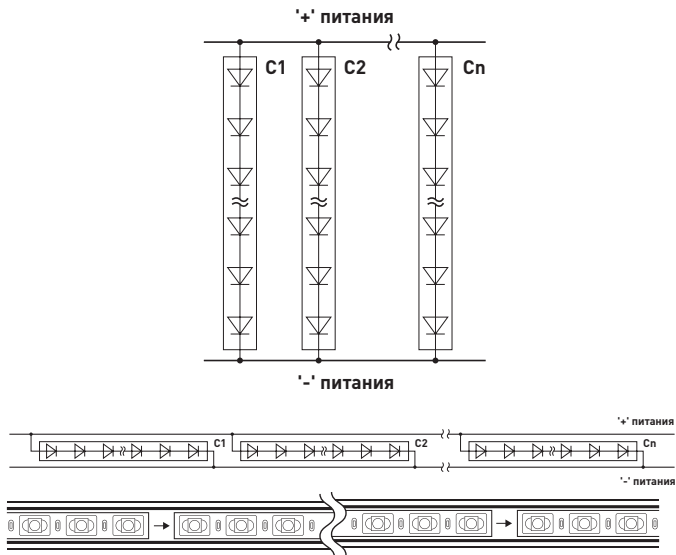

Рис.4. Схема подключения светодиодов в светодиодной ленте.
3) Все сегменты светодиодной ленты подключены к двум проводам питания таким образом, что анод («+») первого светодиода каждого сегмента подключен к плюсу питания («+»), а катод («-») последнего светодиода каждого сегмента подключен к минусу питания («-»), то есть фактически все сегменты подключены параллельно друг другу, см. рис. 4., где C1, C2, Cn – сегменты светодиодной ленты.
4) По всей длине светодиодной ленты присутствует маркировка в виде стрелки ( $\rightarrow$ ), указывающей направление от «+» к «-», см. рис.4. Для точного определения полярности контактов светодиодной ленты 3528-220, Вам необходимо определить к какому из проводов подключен либо «+», либо «-». Если посмотреть на обратную сторону ленты, то отчетливо видно, что каждая сторона каждого сегмента ленты припаяна к одному из двух проводов питания.